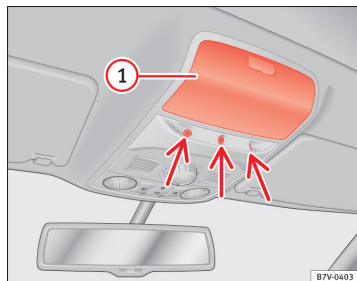

Fig. 48 I tagkonsollen: kabineovervågnings-sensorer
Luk brillerummet ⇒ Fig. 48 ① i tagkonsollen, da kabineovervågningens funktion (pile) ellers ikke er sikret optimalt.